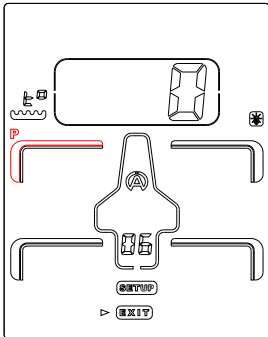

Abbildung 17
- 2) Das erste Icon "P" (Druck) auf dem linken Vorderreifen erscheint standardmäßig blinkend (Abbildung 17).